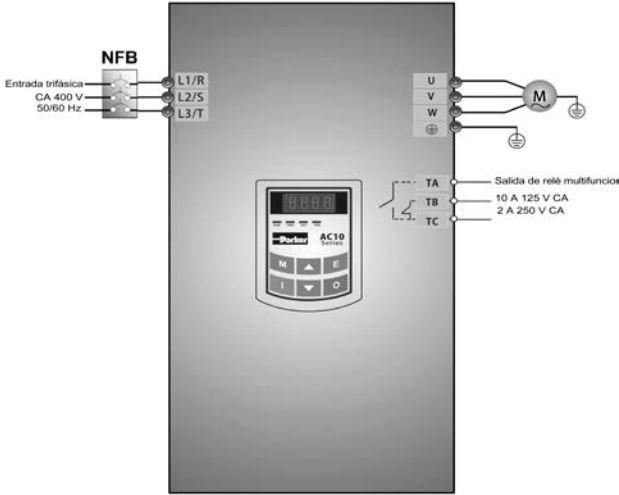

Figura 4-1 Diagrama de cableado 1
- (1) Conecte los cables según la Figura 4-1. Después de comprobar que la conexión es correcta, encienda el interruptor de aire y el inversor.
- (2) Pulse la tecla “M” para acceder al menú de programación.
- (3) Mida los parámetros del motor
- (1) Conecte los cables según la Figura 4-1. Después de comprobar que la conexión es correcta, encienda el interruptor de aire y el inversor;
- (3) Estudie los parámetros del motor: el procedimiento es el mismo que en el ejemplo 1.
- (4) Ajuste los parámetros funcionales del inversor: